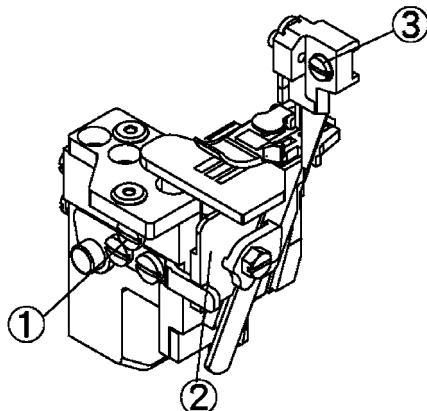

Рис. 32
- Поверните шкив, чтобы переместить верхний триммер в нижнюю мертвую точку. (Рис. 32)
- Ослабьте винт ① и переместите держатель ② нижнего триммера влево и затем немного затяните винт ①.
- Ослабьте винт ③ и переместите держатель верхнего триммера влево или вправо до тех пор, пока он не достигнет нужной ширины. Затем затяните винт ③.
- Ослабьте винт ① и возвратите держатель ② нижнего триммера в его первоначальное положение. Проверьте, могут ли триммеры отрезать нить, и затем затяните винт ①.